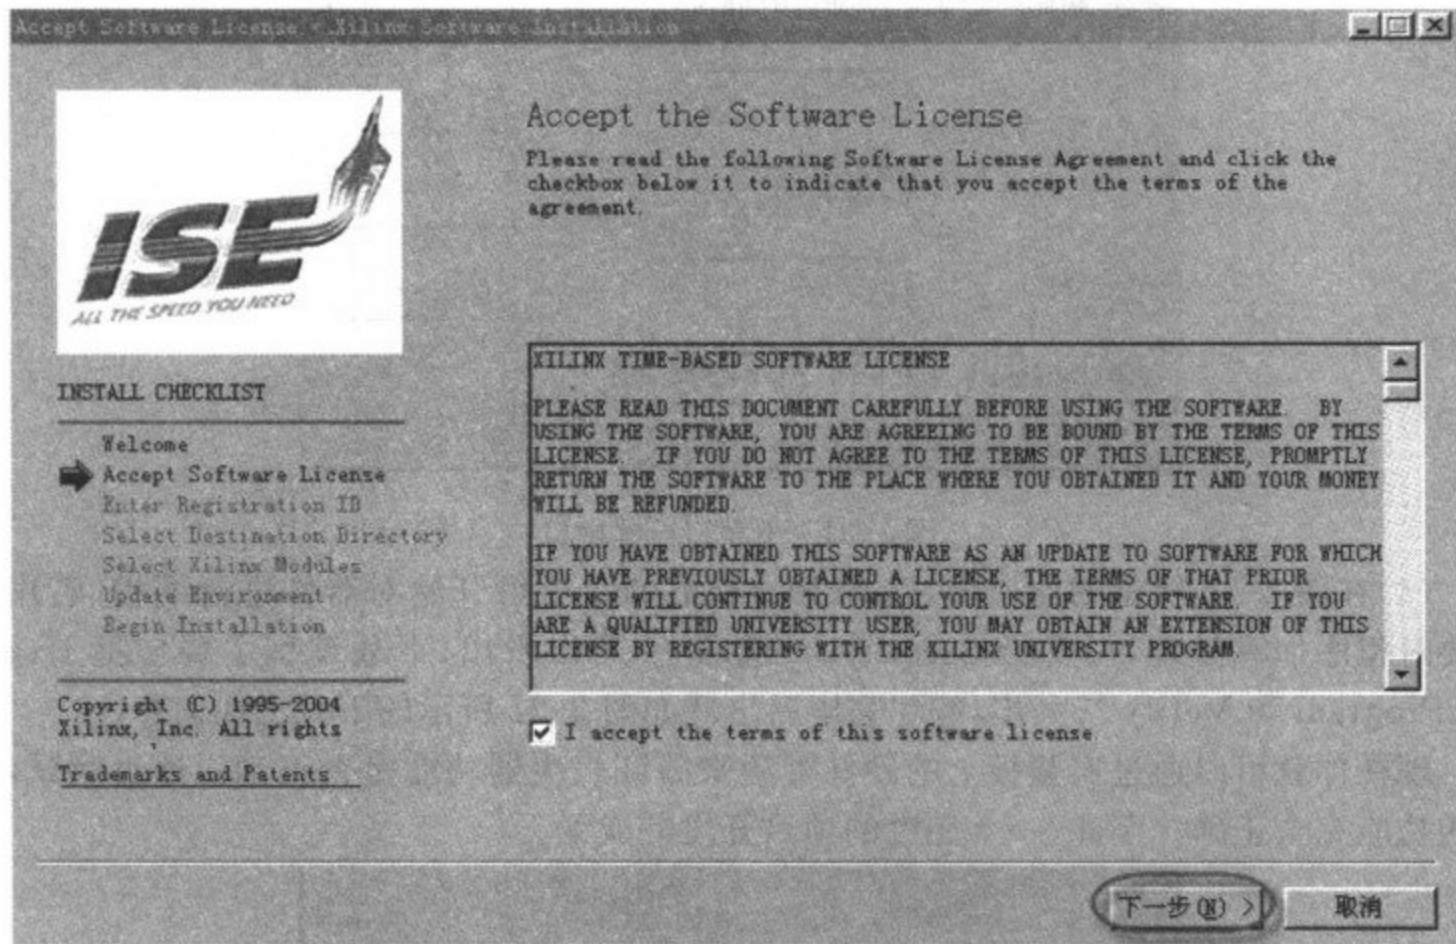

图 3-33 软件授权画面
(1) 双击 WebPACK_63_fcfull_i 图标, 出现如图 3-33 所示的软件授权画面, 将 I Accept The Terms Of This Software License 前打√, 点击下一步。